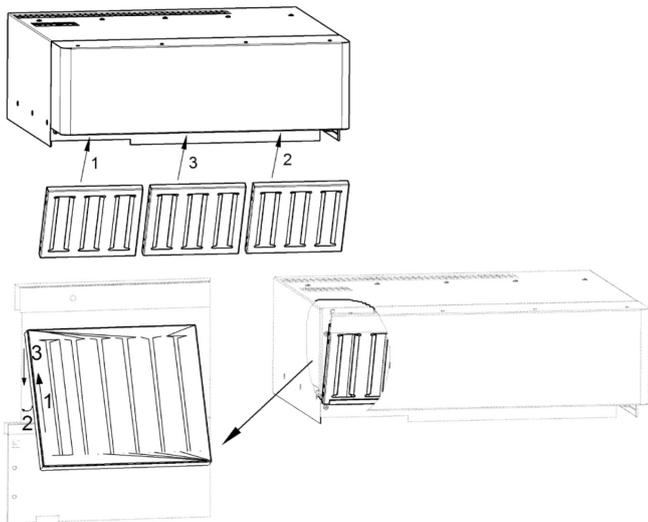

Abbildung 5: Fettfilter in der Haube - Typ 623
- Die Vorgehensweise zum Einbau der Filter in einer Haube - Typ 623 - ist die gleiche wie zuvor beschrieben (siehe Abb.5)